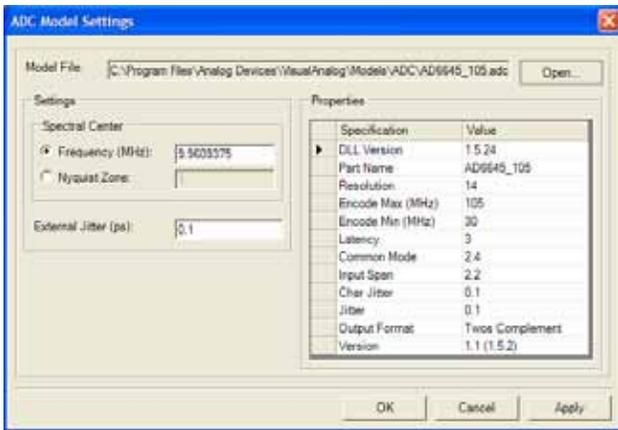

图 24.ADC模型和设置表单
2. 在“ADC模型”中，单击“设置”(Settings...)按钮并单击“打开”，浏览并选择“AD6645_105.adc”模型文件。该文件位于VisualAnalog安装路径下的子目录“Models\ADC”中。模型打开时，文件名将出现在“模型文件”(Model File)文本框中，同时在“属性”(Properties)网格中显示有关该模型的信息(见图24)。单击“确定”(OK)